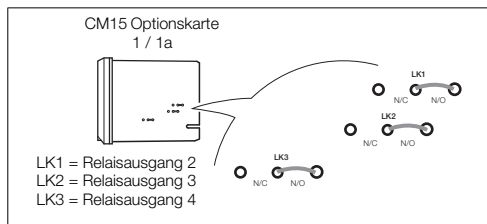

Abb. 4.11 Verbindungsbrücken für Relaisausgänge – Anzeigergerät CM15
1. Die Zuordnung der einzelnen Verbindungsbrücken zu den Relaisausgängen ist in Abb. 4.11 dargestellt.